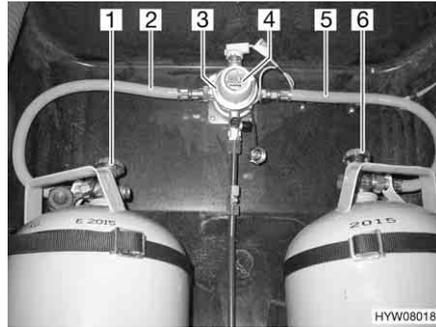
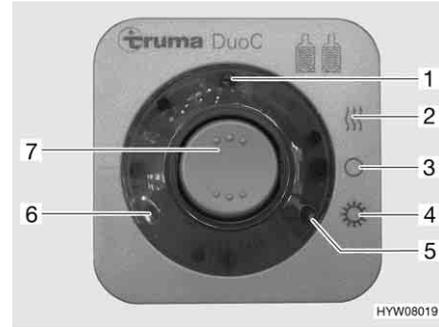

Bild 102 DuoControl-Umschaltanlage
Bild 103 Bedieneinheit
Die DuoControl-Umschaltanlage besteht aus einem Umschaltventil (Bild 102,3) und der Bedieneinheit (Bild 103). Das Umschaltventil ist zwischen den Gasschläuchen (Bild 102,2 und 5) montiert. Mit dem Drehknopf (Bild 102,4) am Umschaltventil kann bestimmt werden, welche der Gasflaschen als Betriebsflasche und welche Gasflasche als Reserveflasche verwendet wird.
An der Bedieneinheit (Bild 103) können nur die elektrischen Funktionen geschaltet werden. Die Haupt-Absperrventile der Gasflaschen (Bild 102,1 und 6) müssen von Hand geöffnet werden.
Das Umschaltventil gewährleistet einen konstanten Gasdruck, unabhängig davon, welche Gasflasche Gas liefert. Die zwei Kontroll-Leuchten an der Bedieneinheit zeigen den Füllstand der Betriebsflasche an. Wenn die grüne Kontroll-Leuchte (Bild 103,6) leuchtet, ist die Betriebsflasche voll. Wenn die rote Kontroll-Leuchte (Bild 103,5) leuchtet, ist die Betriebsflasche leer. Die Gasversorgung erfolgt dann über die Reserveflasche.
- Die Haupt-Absperrventile an den Gasflaschen (Bild 102,1 und 6) öffnen.
- Mit dem Drehknopf (Bild 102,4) am Umschaltventil (Bild 102,3) die Gasflasche wählen, der vorrangig das Gas entnommen werden soll (Betriebsflasche).
- An der Bedieneinheit (Bild 103) die DuoControl-Umschaltanlage einschalten.
Dazu den Wippschalter (Bild 103,7) auf Winterbetrieb "Ein und Heizen" (Bild 103,2) oder auf Sommerbetrieb "Ein" (Bild 103,4) stellen. Das Umschaltventil ist jetzt entlüftet. Die gelbe Kontroll-Leuchte (Bild 103,1) leuchtet, wenn Winterbetrieb gewählt wird und die Regler-Enteisungsanlage eingeschaltet ist.
- Den Wippschalter (Bild 103,7) auf "O" (Bild 103,3) stellen. Die gelbe Kontroll-Leuchte (Bild 103,1) erlischt.
- Die Haupt-Absperrventile an den Gasflaschen (Bild 102,1 und 6) schließen.
Die Kontroll-Leuchten an der Bedieneinheit (Bild 103,5 und 6) signalisieren im Fahrzeuginnenraum, ob die Betriebsflasche betriebsbereit ist.
Wenn die grüne Kontroll-Leuchte (Bild 103,6) während des Betriebs erlischt und die rote Kontroll-Leuchte (Bild 103,5) aufleuchtet, ist die als Betriebsflasche gewählte Gasflasche leer und muss gewechselt werden. Die Reserveflasche versorgt die Gasverbraucher weiterhin mit Gas.